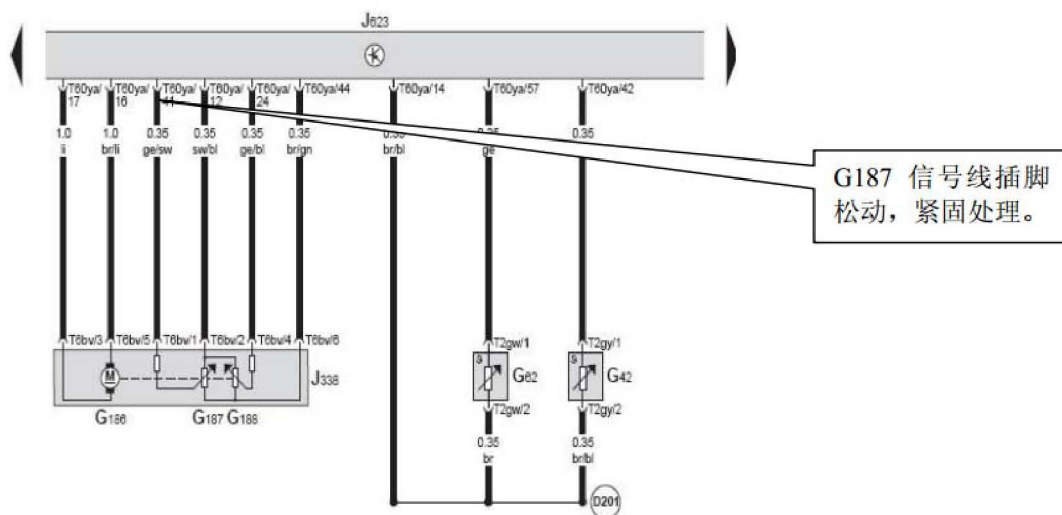

图 5
- 4). 根据故障提示, 由浅入深, 先更换油门踏板开关, 路试故障依旧; 对油门踏板开关线路进行排查, 分别测量踏板开关至发动机控制单元的 6 根线路, 电阻值正常。根据电子油门系统电路图, 油门踏板连接线有 6 根, 分别为 2 个霍尔传感器 G185 和 G79 信号, 连接至发动机控制单元; 节气门连接线有 6 根, 分别是节气门控制马达 G186 和 2 个电位计信号 G187、G188, 也连接至发动机控制单元, 节气门电路图如图 5。